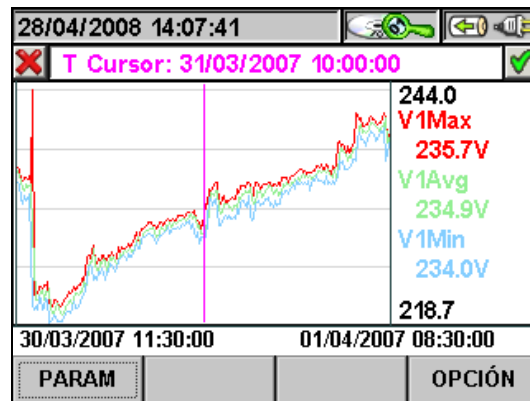

Fig. 83: Gráfico de Registro
- La tecla **ENTER** (o el icono en el visualizador) confirma la selección efectuada anteriormente y visualiza el gráfico del parámetro seleccionado (Fig. 83)